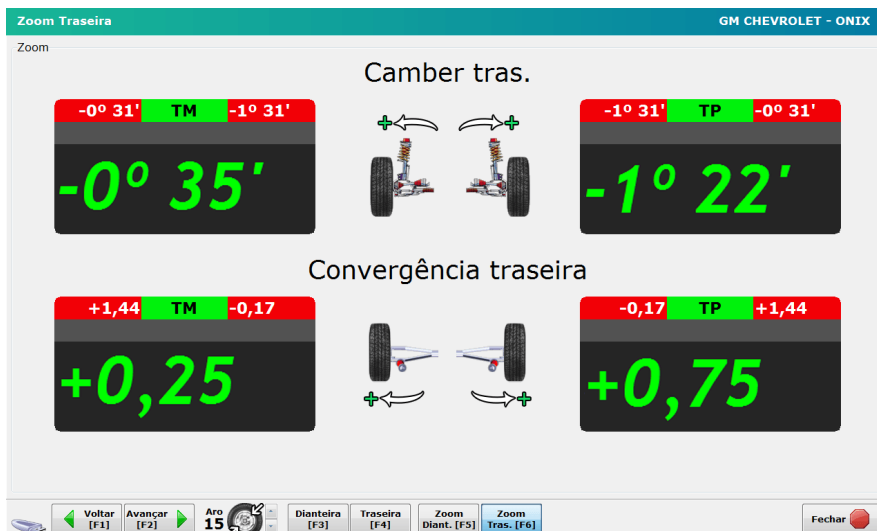

Figura 10 - zoom traseira
- Com o equipamento devidamente instalado vá até o Softeck FC e clique em Zoom Traseira [F6] Figura 10.